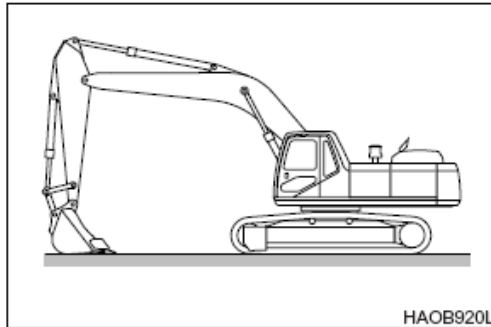

Figura 67
1. Estacione la excavadora en una superficie firme y nivelada. Haga descender al suelo la cuchara tal y como se ilustra en la Figura 67..